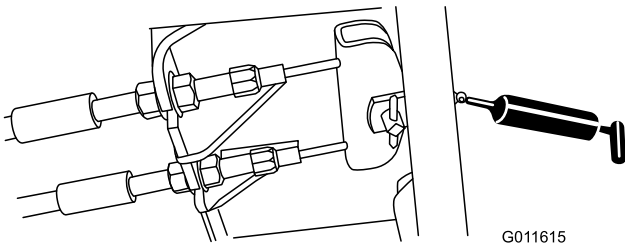

Figura 53
- Pedal de freno (1) (Figura 53)